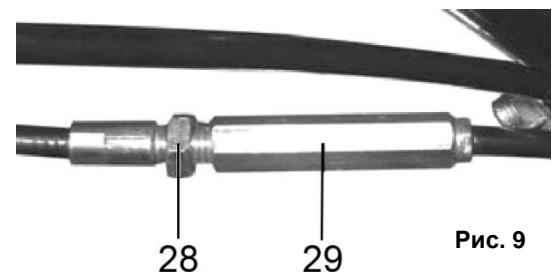

Рис. 9
- Рычаги (2) и (4) привода колес и шнека должны полностью прижиматься к рукоятке управления. Если этого не происходит, значит, тросики перетянуты, и их необходимо ослабить.
- Отрегулируйте приводные тросы с помощью резьбовой втулки (29)(См. Рис.9), расположенной в средней части троса.
- Для натяжения тросика: ослабьте гайку (28), а затем переместите резьбовую втулку (29) вверх и затяните гайку (28)(См. Рис.9) до втулки.
- Для ослабления тросика: ослабьте гайку (28) и переместите резьбовую втулку (29) вниз и затяните гайку (28) до втулки.